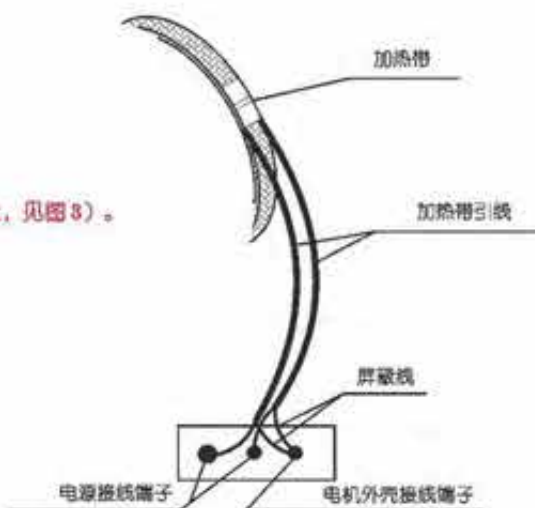

图 3
- ※ 将引出线接入指定的接线柱上压牢（其屏蔽线压在电机壳上，见图3）。